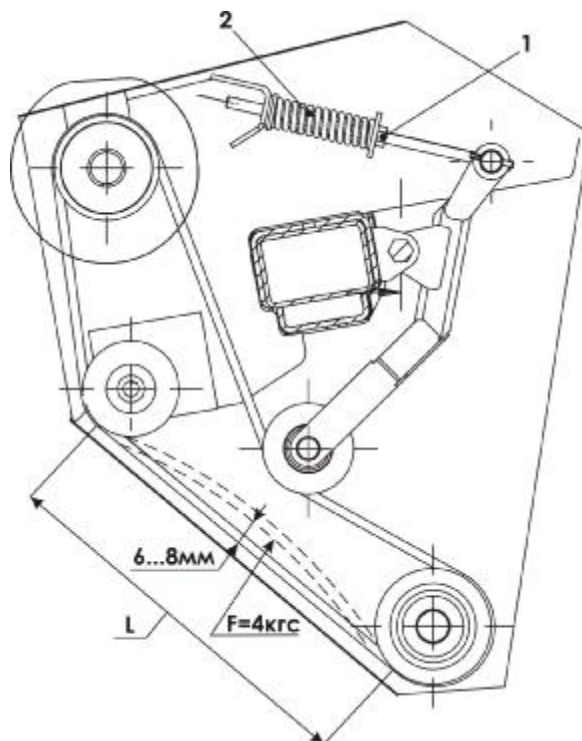

**Рисунок 23 Замена болтов и гаек крепления ножей**
**Болт крепления ножа подлежит замене в случае (рис. 23):**
**Гайка крепления ножа подлежит замене в случае (рис. 23):**